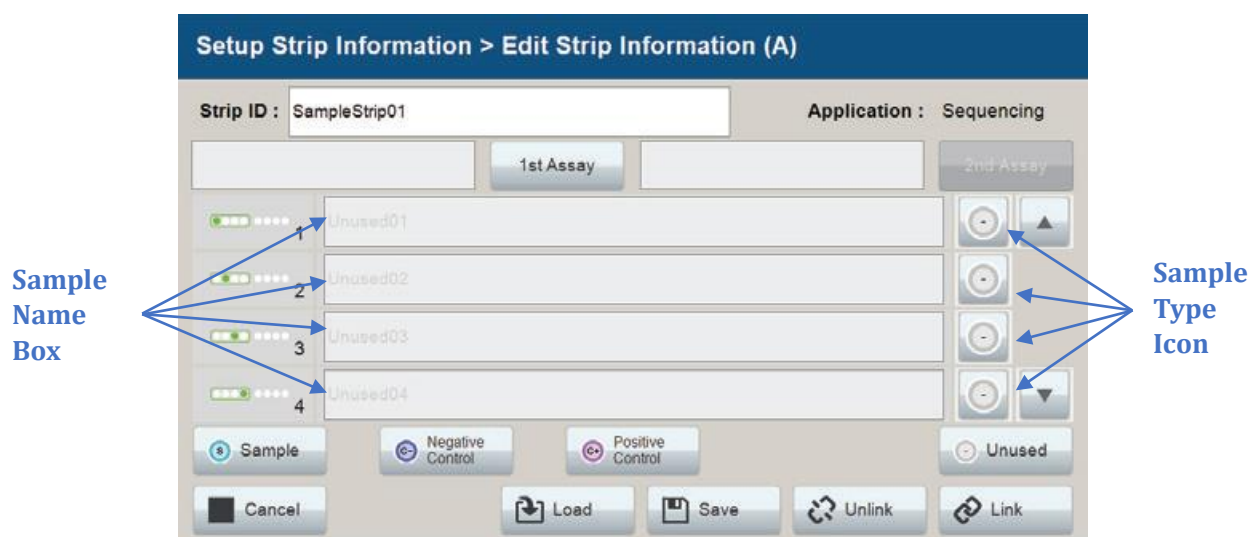
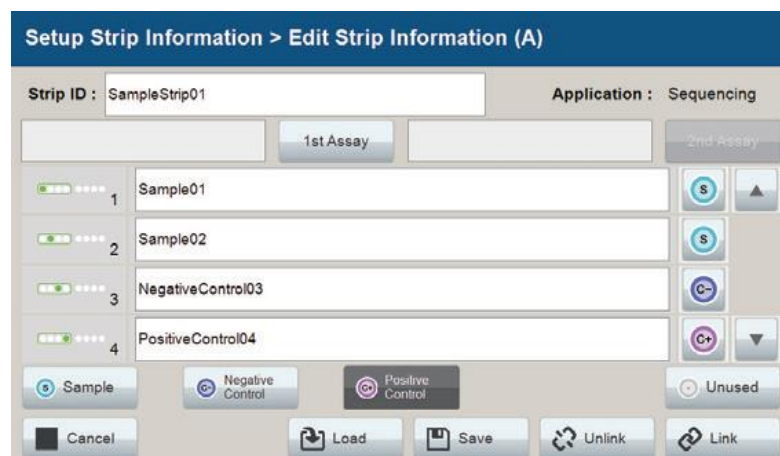
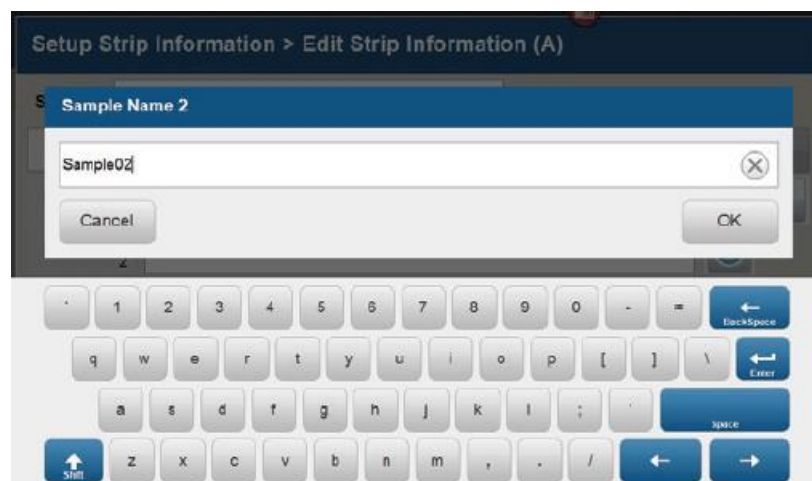

図 84 Edit Strip Information 画面のサンプルタイプ、サンプル名の設定
図 85 Edit Strip Information 画面でのサンプル名入力
図 86 Set Sample Name ウィンドウ
2. Edit Strip Information 画面（図 84）のサンプルタイプを選択します。
3. ウェルにサンプルタイプを割り当てるには、Edit Strip Information 画面の下部にある適切なサンプルタイプを選択し（図 84）、目的のウェルの **Sample Name** ボックスの右側にある **Sample Type** アイコンを選択します。このアイコンは、そのウェルで選択されたサンプルタイプを表示します。（図 85）
4. Edit Strip Information 画面（図 85）のウェル番号の横にある **Sample Name** ボックスを選択して、各ウェルの位置にサンプル名を入力します。Set Sample Name ウィンドウが表示され、タッチスクリーン上のキーパッドがアクティブになります。（図 86）また、Spectrum Compact System にキーボードが接続されている場合は、キーボードを使用してサンプル名を入力することもできます。適切なサンプル名を入力し、**OK** を選択して画面を終了し、Edit Strip Information 画面に戻ります。次の表は、サンプル名に使用できる文字の規則です。
インジェクションセットにランアッセイを割り当てるには、**1st Assay** フィールドの右側にある **1st Assay** を選択します。(図 85)